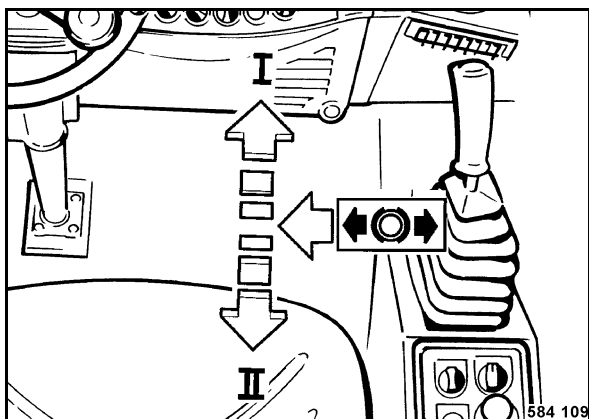

Fig. 58
- Desencajar la palanca de marcha (Fig. 58) hacia la izquierda de la posición de frenado.